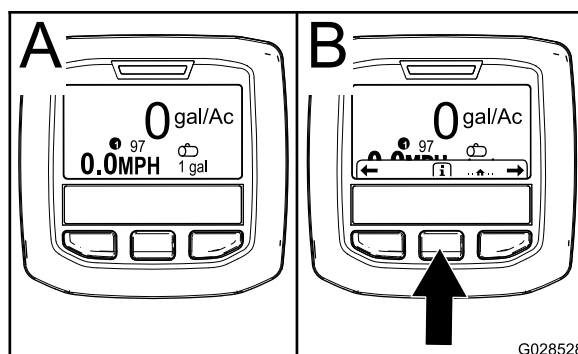

Figura 60
2. Dopo circa 15 secondi, viene visualizzata la schermata Home. Premete il pulsante di selezione centrale per visualizzare il contesto informativo (Figura 60).